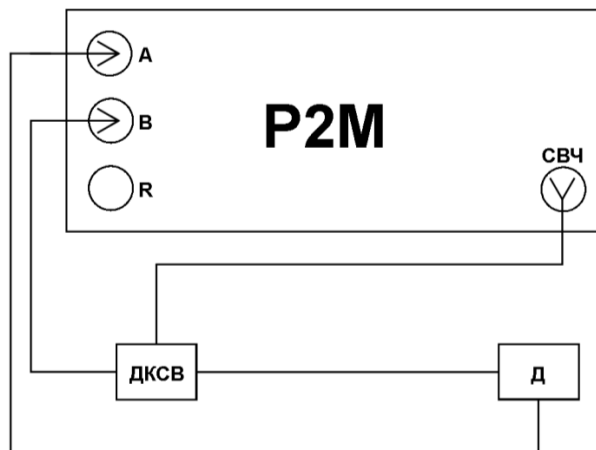

Рисунок 26. Проведение калибровки в режиме измерения модуля КП.
12. Далее выбрать в главном меню *Калибровка* -> *Калибровка*... В окне «Мастер калибровки» выбрать «Модуль КП». Подключить СВЧ-выход датчика КСВ к детекторной головке по схеме, приведенной на рис. 26, провести калибровку, следуя указаниям Мастера калибровки, рис. 27.